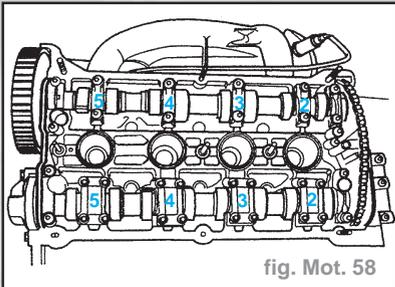

fig. Mot. 58
- Commencer par déposer les chapeaux de palier 3 et 5 des arbres à cames d'admission et d'échappement (fig. Mot. 58).